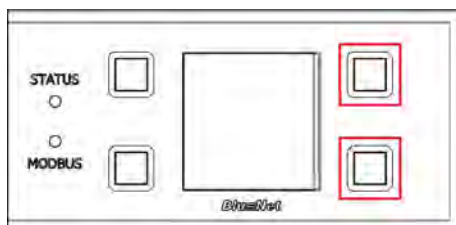

Fig. 81 : Écran avec boutons de commande
1. ➔ Appuyer sur les deux boutons situés à droite à côté de l'écran et les maintenir enfoncés (Fig. 81 /indiqués en rouge).
4. ➔ Relâcher les deux boutons à côté de l'écran (Fig. 81 /indiqués en rouge).